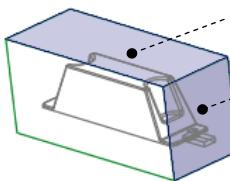

图 12.28 定义草绘平面
(1) 单击 **分型面** 功能选项卡 **形状** ▾ 区域中的“拉伸”按钮 ，此时系统弹出“拉伸”操控板。
(2) 定义草绘截面放置属性。右击，从系统弹出的菜单中选择 **定义内部草绘…** 命令；在系统 **选择一个平面或曲面以定义草绘平面** 的提示下，选取图 12.28 所示的坯料表面为草绘平面，然后选取图 12.28 所示的坯料表面为参考平面，方向为 **上**；单击 **草绘** 按钮，至此系统进入截面草绘环境。